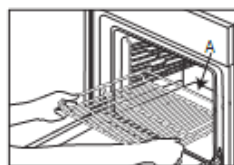

Рис. 1А
1. Уставте решітку горизонтально, піднявши частину А вгору (рис. 1А, 1В).